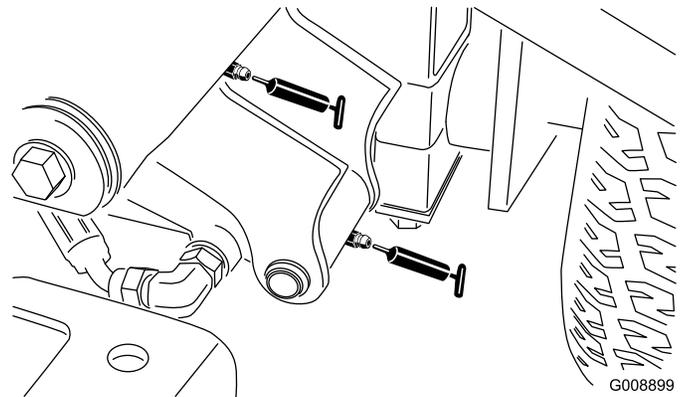

Figura 37
- 2 perni del braccio di sollevamento anteriore sinistro e cilindro di sollevamento (**Figura 37**)